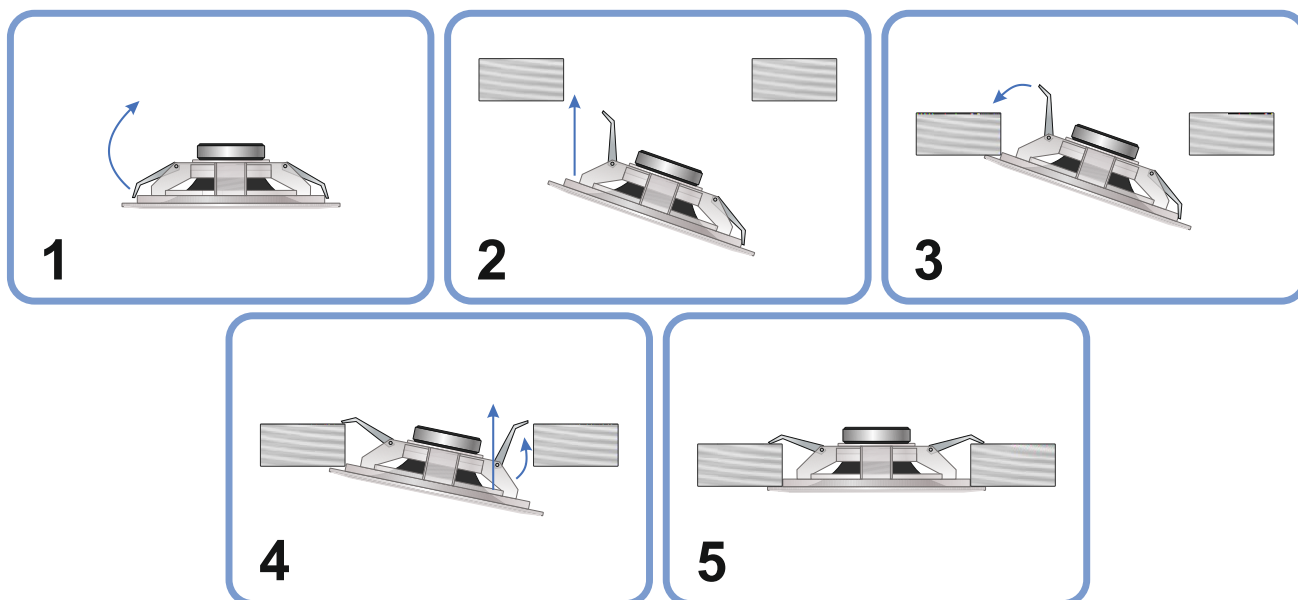

Рисунок 4
4.4 Для установки оповещателя необходимо подключить провода кабеля линии связи к винтовым клеммам оповещателя в соответствии со схемой на рисунке 3, затем сжать пружинные скобы крепления оповещателя и установить его в заранее подготовленное установочное отверстие диаметром 150 мм (рисунок 4).